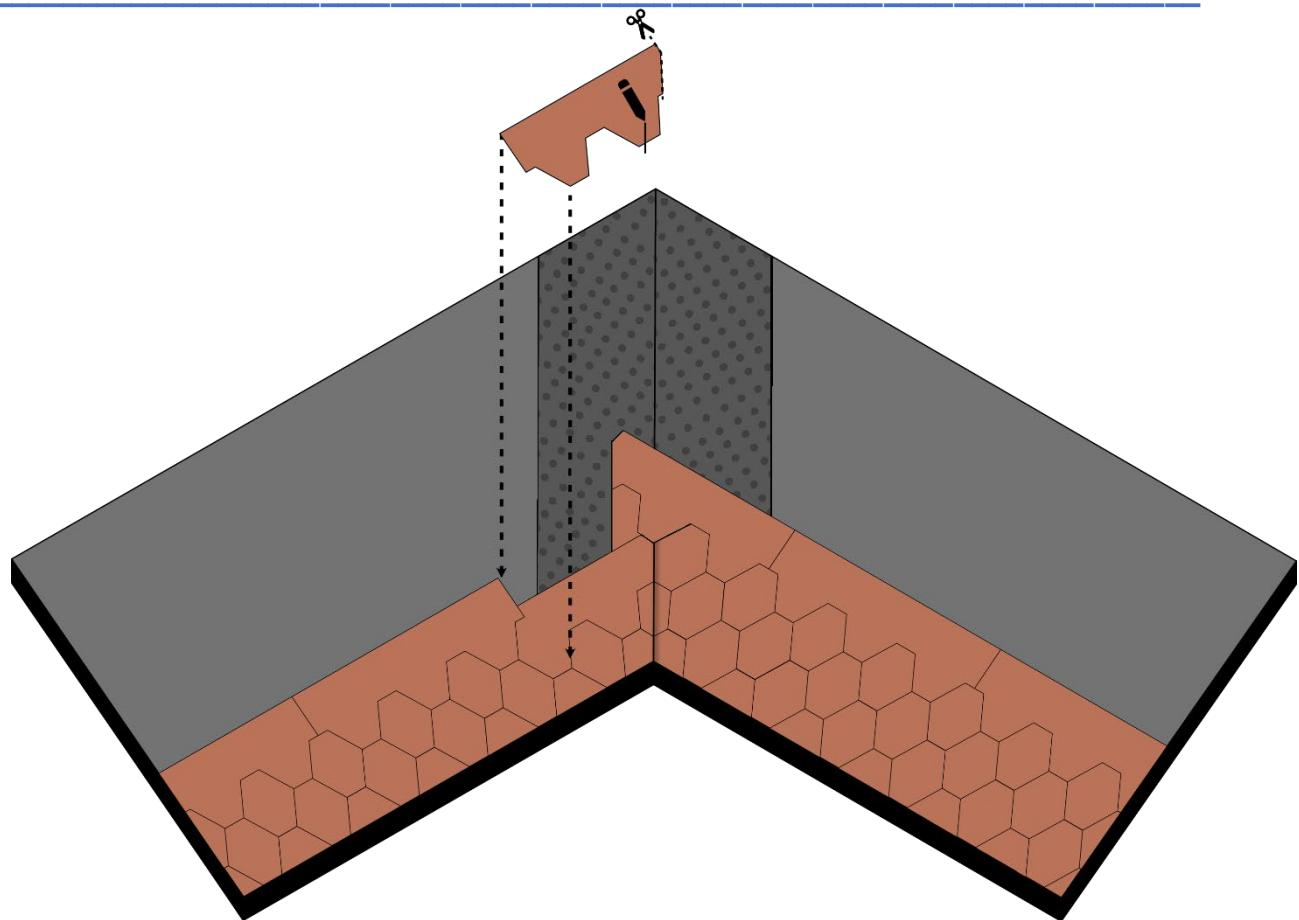

Fig. 21 – Installazione a fiamma delle tegole sul compluvio
- Fissare le stesse alla membrana bituminosa attraverso la fiamma del cannetto, sempre scaldando la membrana e non l'elemento tegola. Una volta completata la posa delle tegole sull'intera falda e per l'intera lunghezza del compluvio, passare alla falda adiacente. Iniziare la posa delle tegole per file successive. Fissare le stesse attraverso la fiamma del cannetto, sempre scaldando la membrana e non l'elemento tegola. L'ultima tegola di ogni fila dovrà arrivare almeno fino all'asse di compluvio. Completata la posa delle tegole anche per la seconda falda, segnare l'asse del compluvio tramite la tecnica della tracciatura. Procedere quindi al taglio delle tegole della seconda falda seguendo la linea di compluvio, come per la posa a chiodo - Fig. 21. Tagliare trasversalmente lo spigolo superiore della tegola al compluvio, in modo da convogliare l'acqua discendente lungo l'asse del compluvio. Sollevare le tegole al compluvio della seconda falda, una per volta e applicare del Bitustick nella parte inferiore per il loro incollaggio definitivo - Fig. 21.